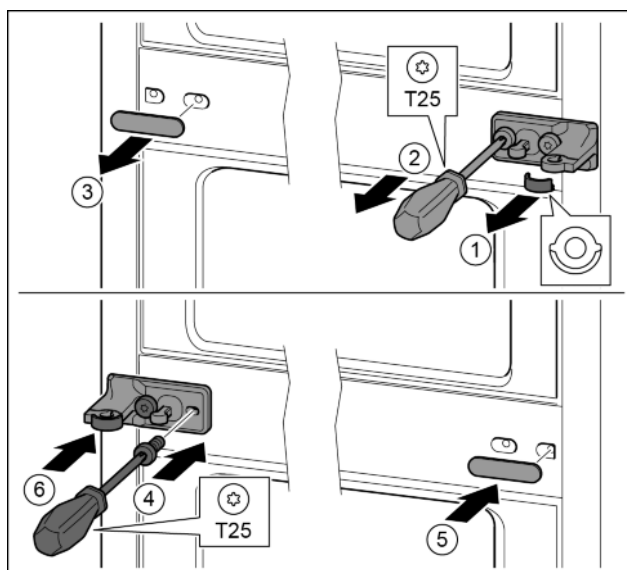

Fig. 14
- ▶ Zdjąć podkładkę. Fig. 14 (1)
- ▶ Śruby wykręcić przy pomocy śrubokręta T25. Fig. 14 (2)
- ▶ Ostrożnie zdjąć osłonę. Fig. 14 (3)
- ▶ Płytkę zawiasu wraz z folią obrócić o 180° przykręcić z drugiej strony. Fig. 14 (4)
- ▶ Osłonę obrócić o 180° założyć z drugiej strony. Fig. 14 (5)
- ▶ Podkładkę wsunąć od przodu. Fig. 14 (6)